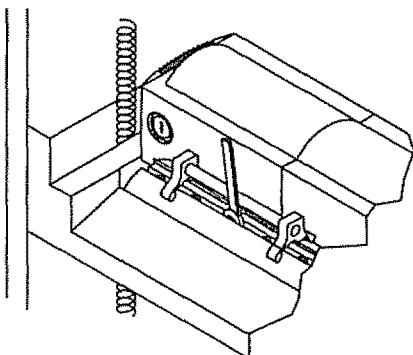

Figura 6 - Ajuste de la Altura de la Hoja
- Sujete el conjunto del medidor de la cuchilla en contra del portacuchilla de modo que el punto de contacto quede sobre la hoja (vea la Figura 6)
- Remueva las hojas una a la vez. Sujete las hojas con el medidor de la cuchilla (vea Figura 6). Suelte los pernos de seguridad y remueva las hojas.